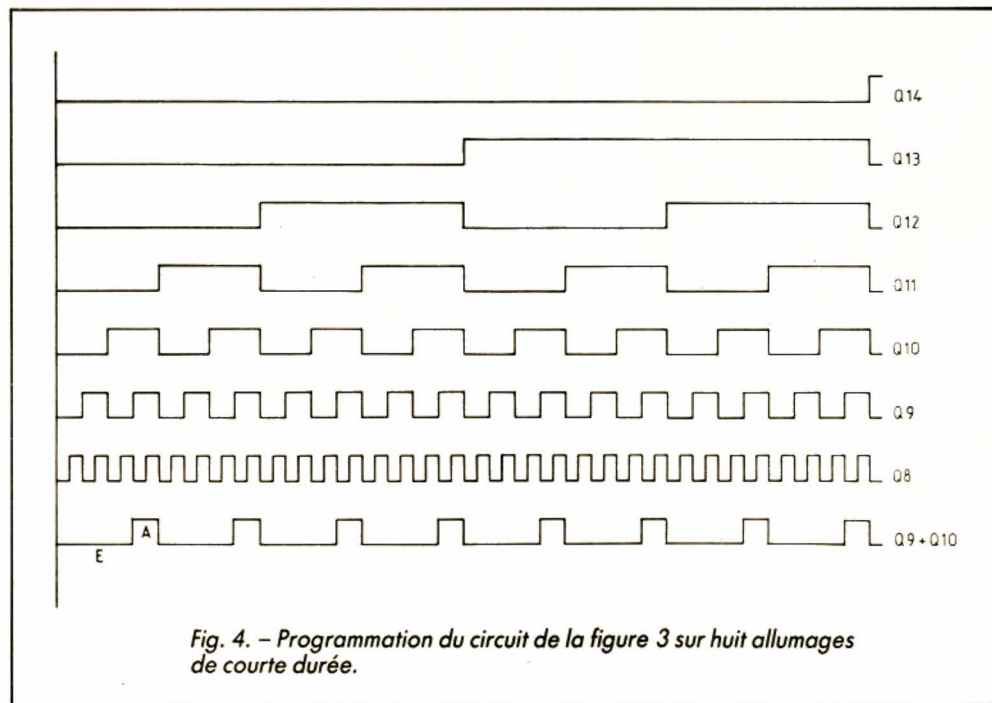

Fig. 4. - Programmation du circuit de la figure 3 sur huit allumages de courte durée.
La figure 4 montre les séquences qu'on observe sur les autres sorties du compteur, et permet de voir ce qui se passe quand les autres emplacements de diodes sont occupés. La fonction « et » qui en résulte est précisée, sur la dernière ligne, pour la présence simultanée de D_4 et de D_5 . Aucune combinaison de diodes ne permet une durée d'allumage (A , fig. 4) qui serait supérieure à la durée d'extinction (E). Un tel type de fonctionnement peut cependant être obtenu, comme on le verra plus loin, à l'aide d'une porte supplémentaire.